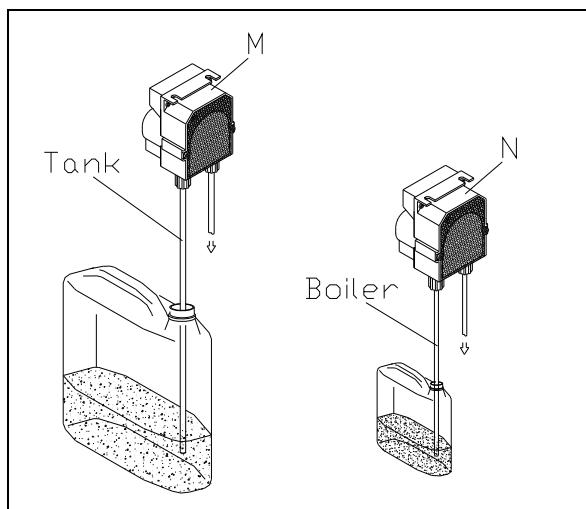

Fig. 3-4
- I dosatori di detersivo (M) (a richiesta) e brillantante (N) sono regolati dal costruttore. Nel caso si rendesse necessaria una diversa taratura agire sulla vite di regolazione degli stessi dosatori. I contenitori di detersivo e brillantante (se non in dotazione all'apparecchio) vanno posti presso la macchina ed il prelievo viene effettuato attraverso i tubi di raccolta trasparente (Tank per il detersivo e Boiler per il brillantante) situati nella parte posteriore dell'apparecchio (fig.3-4).
- The detergent dispenser (M) (optional) and rinse aid dispenser (N) are regulated by the manufacturer. If the setting needs to be changed, turn the regulating screw on the dispensers. The detergent and rinse aid containers (if not provided with the appliance) should be placed next to the machine and connected to the transparent pipes fitted to the back of the appliance (Tank for the detergent and Boiler for the rinse aid) (fig.3-4).
- Die Dosierer des Reinigungsmittels (M) (auf Anfrage) und des Glanzspülmittels (N) werden werkseitig eingestellt. Für andere Einstellungen die Stellschraube der Dosierzvorrichtung regeln. Die Behälter für Reinigungsmittel und Glanzspülmittel (wenn nicht mit dem Gerät mitgeliefert) müssen in unmittelbarer Nähe der Maschine stehen und die Entnahme erfolgt über die durchsichtigen Schläuche (Tank für das Reinigungsmittel und Boiler für Glanzspülmittel) an der Rückseite des Geräts (fig.3-4).
- Les doseurs du détergent (M) (sur demande) et du produit de rinçage (N) seront réglés par le constructeur. S'il vous fallait régler différemment, faire tourner la vis de réglage sur les doseurs mêmes. Les alvéoles à détergent et à produit de rinçage (si non fournies avec l'appareil) seront mises près de la machine et le prélèvement sera effectué par des tubes transparents (Tank pour le détergent et Boiler pour l'agent de brillantage) situés derrière l'appareil (fig.3-4).
- Los dosificadores de detergivo (M) (a pedido) y abrillantador (N) salen de la fábrica regulados por el Constructor. En el caso de que se necesitara una regulación distinta, usar el tornillo de dosificación de los propios dosificadores. Si los contenedores de detergivo y abrillantador no forman parte del equipamiento base, se deben colocar cerca de la máquina; el detergivo y el abrillantador se sacan a través de los tubos de toma transparentes (letrero Tank para el detergivo y Boiler para el abrillantador) ubicados en la parte trasera del aparato (fig.3-4).